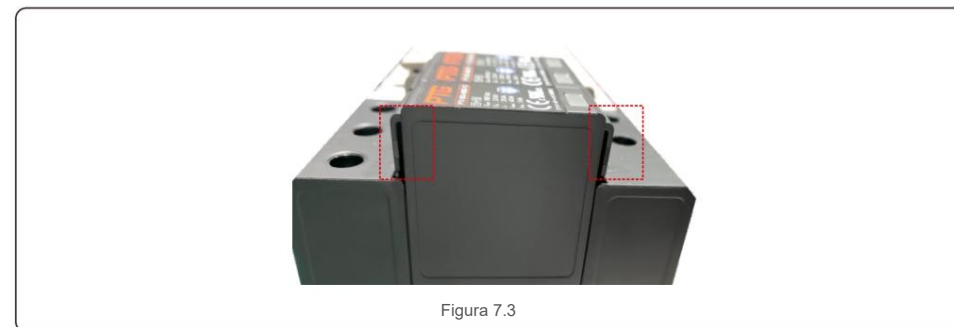

Figura 7.3
5. Pressione e segure o clipe de mola nos lados superior e inferior da onda danificada módulo de proteção e remova-o. (Ver Figura 7.3)